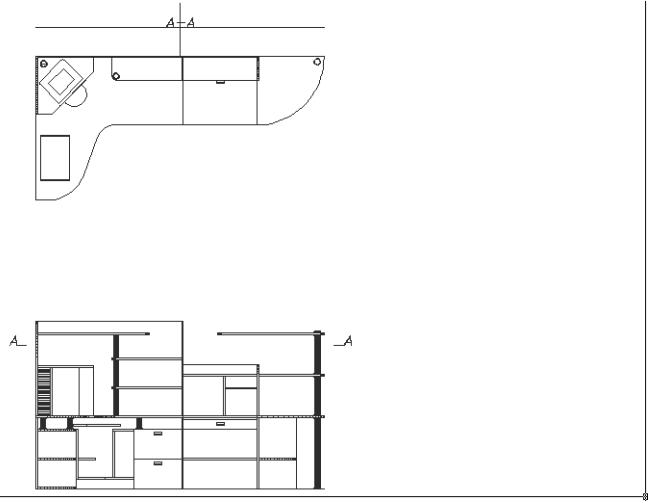

Рис. 10.9 ▼ Линия сечения и разрез А–А обозначены
10. Создайте на виде сверху надпись А–А, а на главном виде – две буквы А возле каждого штриха, как показано на рис. 10.9. Для надписи А–А выберите выравнивание по центру и привязку к точке пересечения, как вы это проделывали при создании надписи **ВИД СВЕРХУ**. При создании буквы А возле левого штриха на главном виде выберите режим выравнивания по правому краю, для чего, переключившись в режим **Выравнивание** (JUSTIFY) команды **Дтекст** (DTEXT), введите **Вправо** (RIGHT) или просто **р** (R). В качестве точки вставки выберите левую оконечную точку штриха. При создании буквы А возле правого штриха выбирать режим выравнивания не нужно, поскольку по умолчанию текст выравнивается по левому краю, – просто задайте в качестве точки вставки правую оконечную точку штриха.